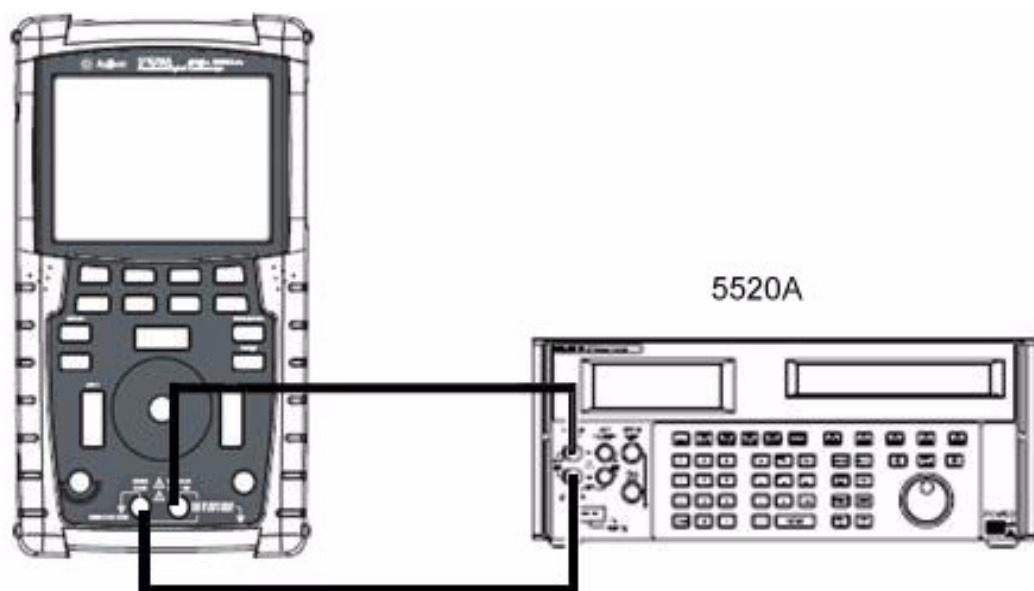

図7-2 キャリブレーションから測定器へのテスト接続
- 4 キャリブレータをバナナ・プラグを使って測定器の入力とグランド端子に図7-2のように接続します。
- 4 キャリブレーションをバナナ・プラグを使って測定器の入力とグランド端子に図7-2のように接続します。